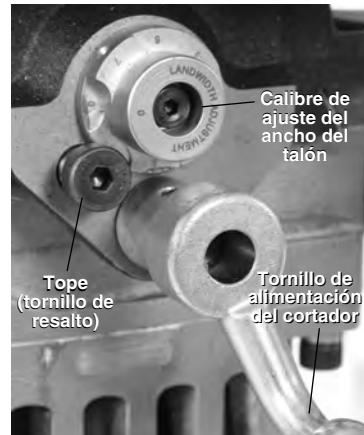

Figura 18 – Fijación del calibre de ajuste del ancho del talón
- Fije el ancho del talón del bisel (*Figura 18*) con el calibre de ajuste. Si el calibre está en 0, no habrá talón en el extremo del tubo. Cada paso adicional en el calibre de ajuste del talón agrega aproximadamente $\frac{1}{32}$ " (0,8 mm) al talón. Por ejemplo, el 1 corresponde a un
- Con un movimiento continuo y parejo hacia la derecha, haga girar el tornillo de alimentación del cortador (*Figura 18*). Conecte el cabezal cortador con la pieza